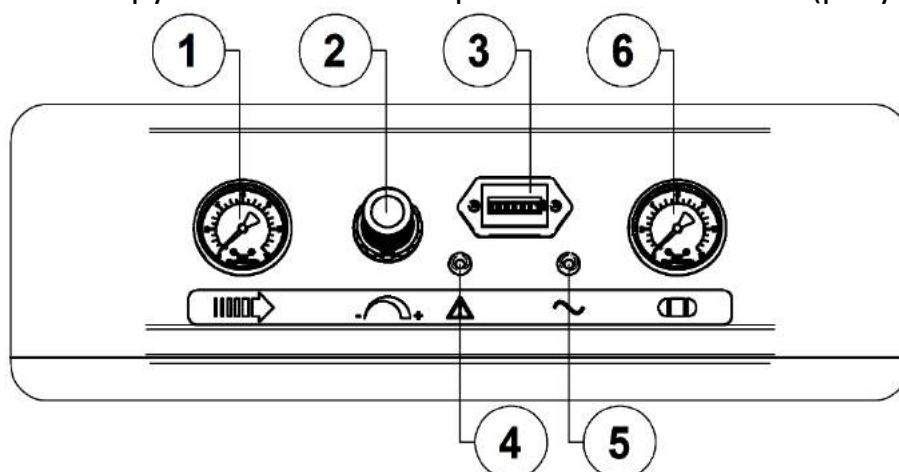
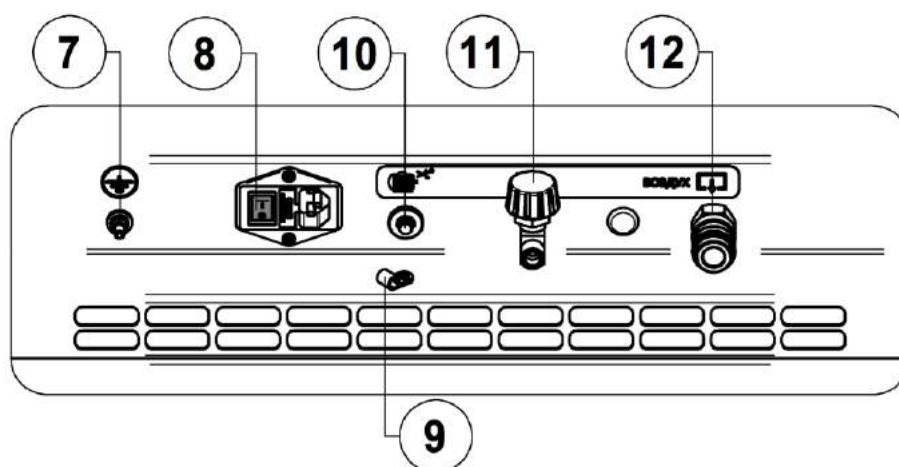

Рисунок 3 - Панель управления
Рисунок 4 - Задняя панель
7.5.5 Провод заземления подключите к винту заземления **7** (рисунок 4) на задней панели компрессора. При наличии заземляющего контакта в электрической розетке, дополнительное заземление не требуется.
Подсоедините сетевую вилку съемного шнура питания к электрической сети. Включите компрессор выключателем **8** (рисунок 4) на задней панели. Для этого необходимо переключить выключатель в положение "I". Включенное состояние сигнализируется зелёной контрольной лампочкой **5** (рисунок 3).
- Выключить компрессор выключателем **8** на задней панели. Для этого необходимо переключить выключатель в положение "0" (рисунок 4). После этого остановится двигатель и произойдет сброс давления из нагнетательного воздухопровода и поршневого блока.
8.4.1 Настройка давления сжатого воздуха осуществляется регулятором давления **2** следующим образом (рисунок 3):
8.4.2 Компрессор оборудован устройством защиты от перегрузок. При нарушении питания электрической сети, а также при работе с ПВ более 60% возможно автоматическое срабатывание защиты двигателя, о чем сигнализирует красный индикатор **4** на панели управления (рисунок 3).
- Переключите выключатель **8** (рисунок 4) на задней панели в положение "0".
- После того, как блок поршневой **13** остынет до допустимой температуры, включите тепловое реле, нажав кнопку включения теплового реле **10** на задней панели устройства (рисунок 4).